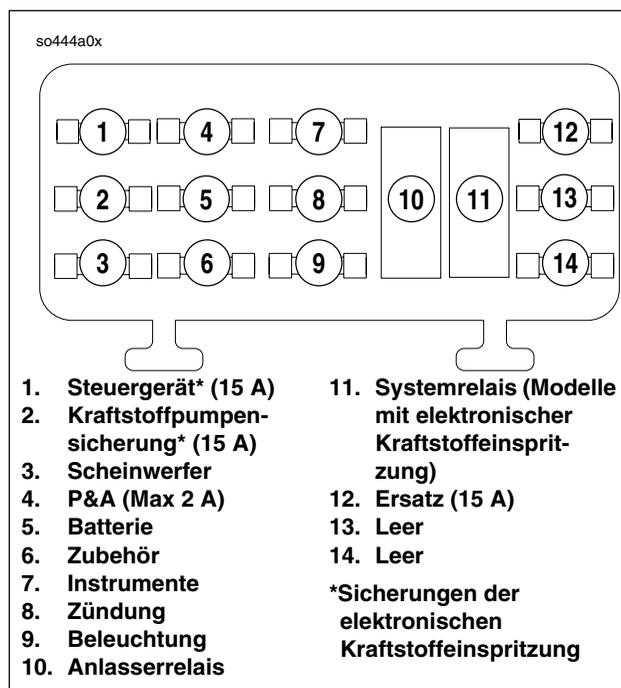

Abbildung 3-18. Relais-/Sicherungstafel (Draufsicht)
- Auf durchgebrannte Batteriesicherung prüfen. Siehe Abbildung 3-18.